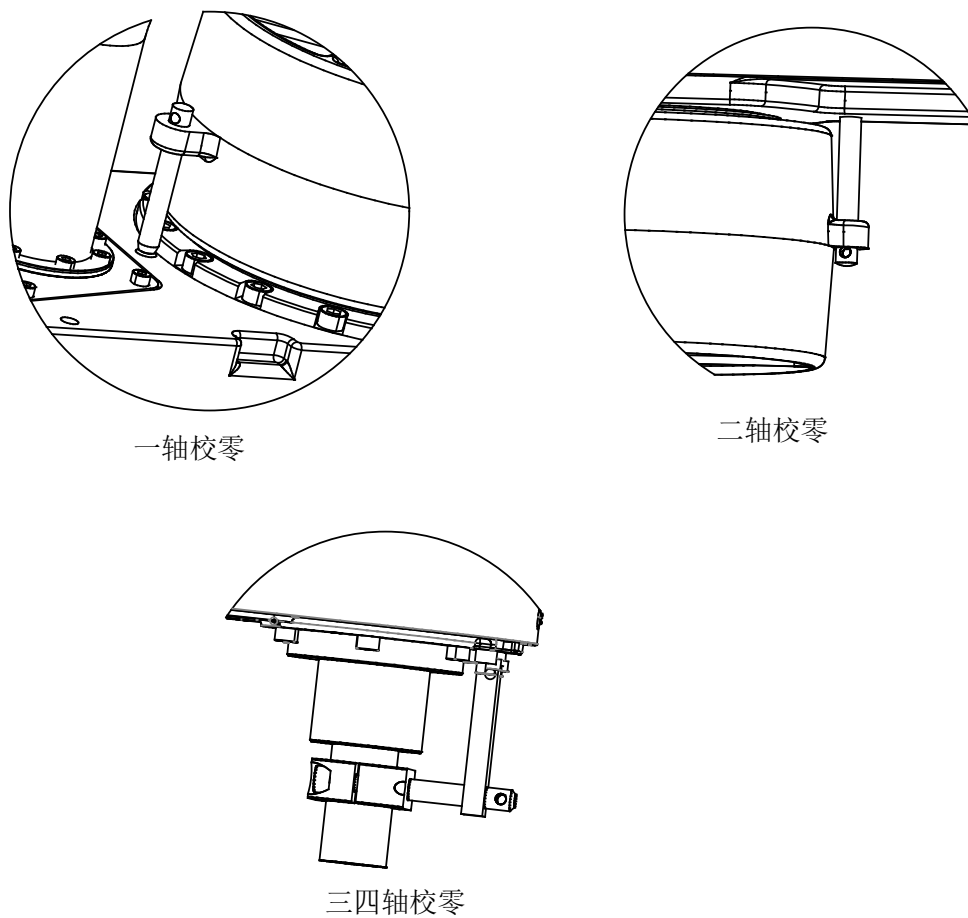

图 3.7 校零示意图一
机器人在出厂前，已经做好机械零点校对，当机器人因故障丢失零点位置，需要对机器人重新进行机械零点的校对。机器人标准品零点校对参照图 3.7。
1) 将机器人的使能去掉，将销钉插入一轴校零处大臂的销孔内，移动机器人的大臂，直到销钉插入底座孔，完成一轴零点校对；二轴采用同样的方法进行零点校对，如图 3.7 所示